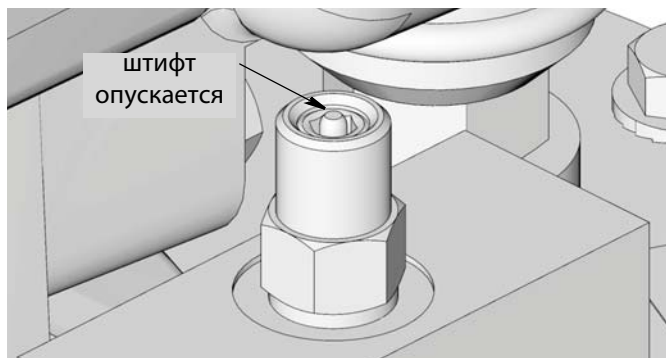

Рис. 15
Убедитесь, что штифт автоматического запорного устройства для заполнения (S) опустился. См. Рис. 15, стр. 16.